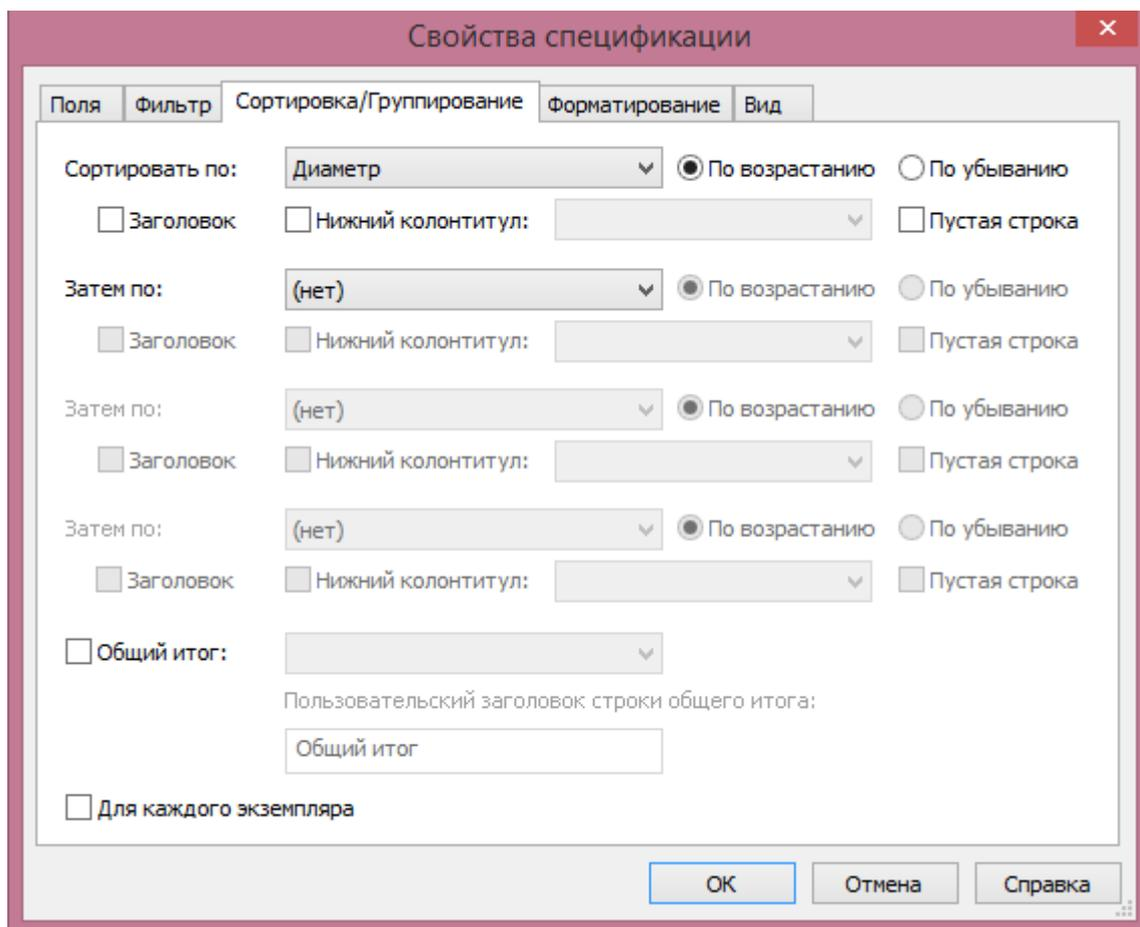

Рисунок 5.26 Диалог настройки свойств спецификации
5. Выбрать раздел «Сортировка/Группирование»-> «Изменить». В появившемся окне выбрать сортировку по «Диаметру», «По возрастанию» и убрать галочку «Для каждого экземпляра» (рисунок 5.26).